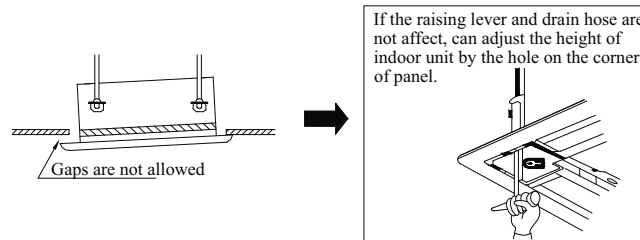

Fig. 15
2. Se dopo il serraggio delle viti c'è ancora dello spazio tra il soffitto e il pannello decorativo, regolare nuovamente l'altezza dell'unità interna. (Vedere la Fig. 15)